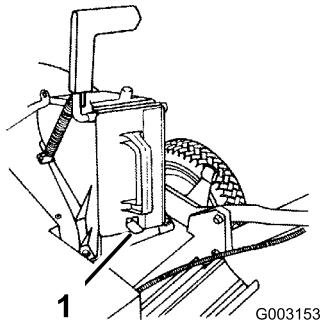

Figure 7
3. Poussez l'obturateur au maximum jusqu'à ce que le loquet à ressort situé au bas s'enclenche en position, et fixe fermement l'obturateur dans le conduit de l'éjecteur (Figure 7).